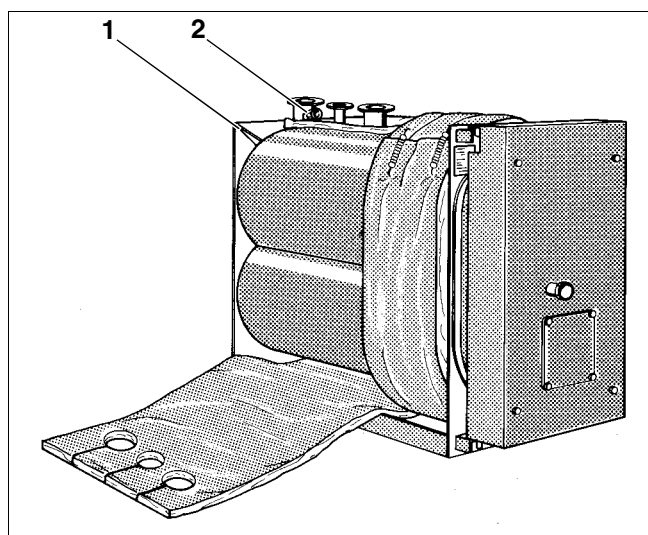

Fig. 8 Montaj izolație termică
- Așezați 2 elemente de izolație termică în jurul unității cazanului și fixați-le sus lateral cu 5 pene de prindere (Fig. 8).
Țineți cont de teaca (Fig. 8, **Poz. 2**) de imersie MVK!
- Decupați izolația termică (Fig. 8, **Poz. 1**) sus și jos în dreptul îmbinărilor pereților cazanului.